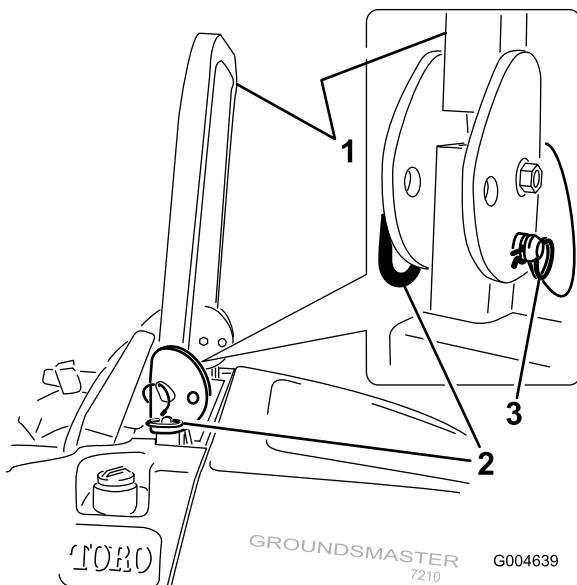

図 12
1. ROPS を下げるには、バーを前に押して固定ピンに掛かっている力をゆるめた状態で、左右の固定ピンを抜き取る（図 12）。
3. ピンとヘアピン・コッターで固定する（図 12）。
4. ROPS を立てるには、機体の左右でヘアピン・コッターを抜き、ピンを外す（図 12）。
5. ROPS をまっすぐに立ててピンで固定し、ヘアピン・コッターでロックする（図 12）。